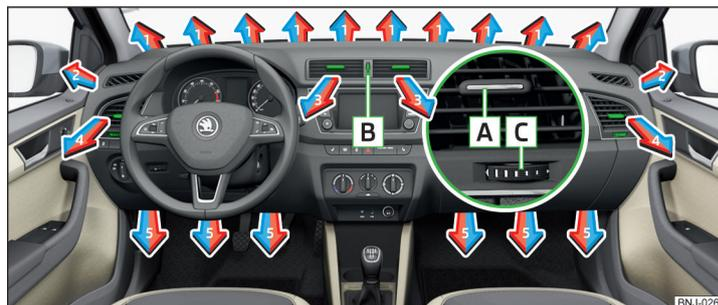

Fig. 113 Difusores de ar
Nos difusores de ar 3 e 4 » Fig. 113 é possível alterar a direção do fluxo de ar e os difusores também podem ser fechados e abertos individualmente.
A definição da direção do fluxo de ar é feita movendo o elemento de ajuste **A** » Fig. 113 na direção desejada.
- Girar o regulador **B** para cima » Fig. 113.
- Girar o regulador **B** para baixo » Fig. 113.
| Regular a direção da saída de ar | Difusores de ar » Fig. 113 |